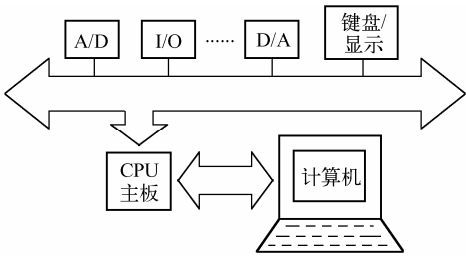

图 7.4 总线式实用型开发系统
(2) 实用型开发系统。这类装置的特点是：其硬件按照典型应用系统配置，并配有监控程序，具有自开发能力。如航天部 502 所的 STD 工业控制机就是此类产品，系统结构如图 7.4 所示。